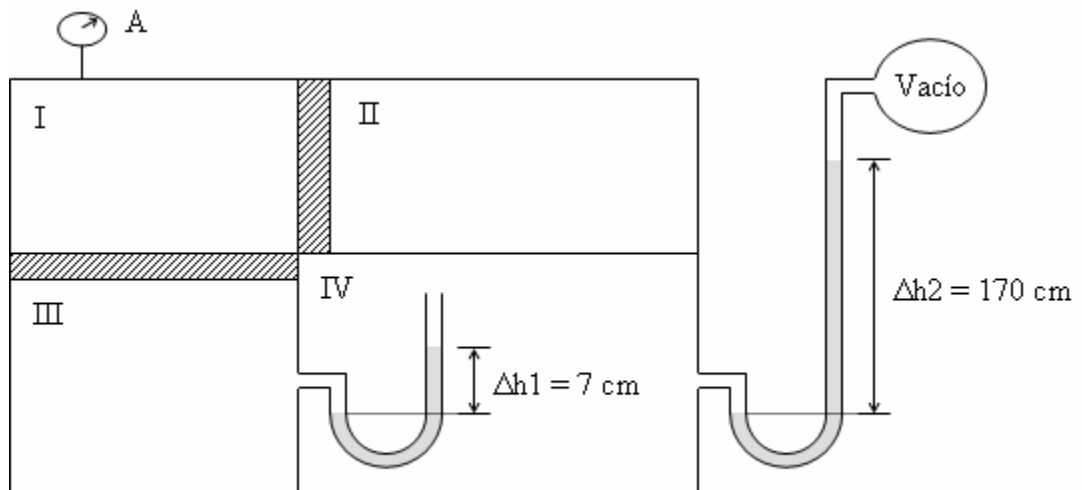

Figura 1.8
26. El sistema mostrado en la Figura 1.8 se encuentra en equilibrio y el manómetro A indica 0,11 MPa. Las masas de ambas paredes móviles (I-II) y (I-III) son de 56 kg y sus áreas transversales de $0,0271 \text{ m}^2$. Calcule la presión absoluta en cada uno de los compartimentos si la densidad del líquido manométrico es de $13,6 \text{ g/cm}^3$. La presión atmosférica no es dato.